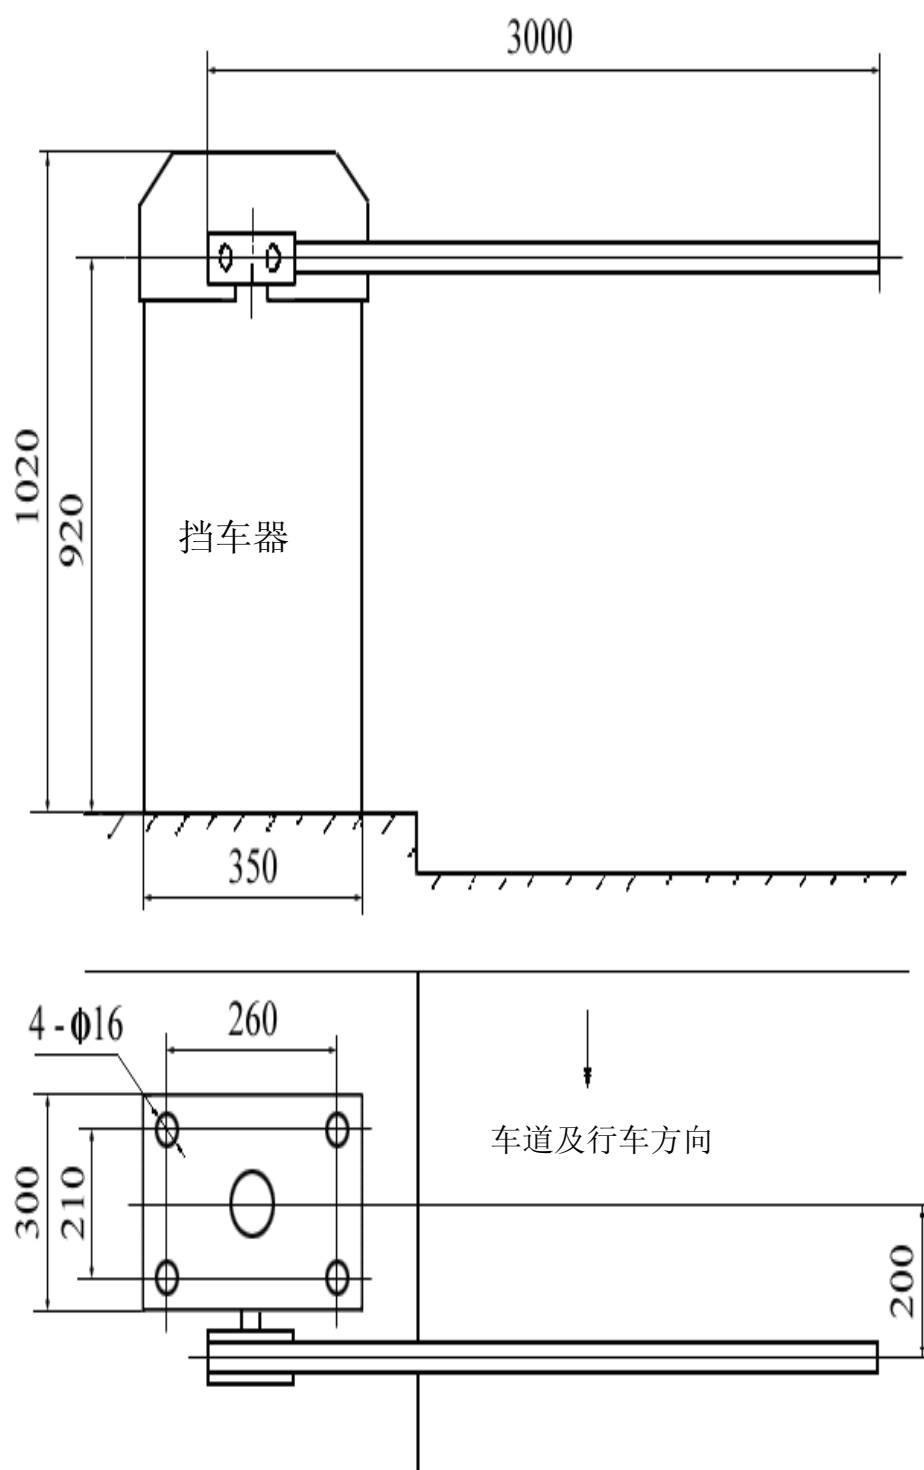

图 2
3.2 安装位置及安装尺寸见图 2。
根据挡车器安装位置要求，选择左挡车或右挡车。SG-X720 型挡车器出厂时，均为左挡车（如图 2 所示）。如改为右挡车，把挡杆及接头拆下，将上罩换个方向（转 180°），将接头和挡杆按图 2 虚线位置安装。注意：挡杆花键和花键轴端面上的红色条状标记对齐。